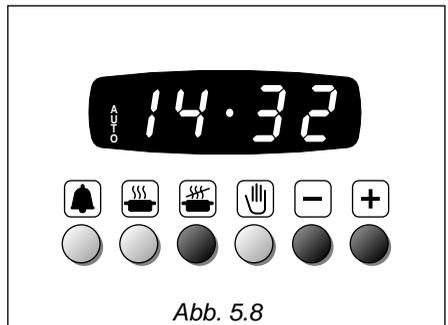

Abb. 5.8
2. Ende des Garvorgangs durch drücken der Taste  und der Taste  einstellen (Abb. 5.8) (die Garzeit wird der Uhrzeit hinzugefügt). Wenn die gewünschte Zeit überschritten wird, kann sie durch die Taste  zurück gestellt werden.